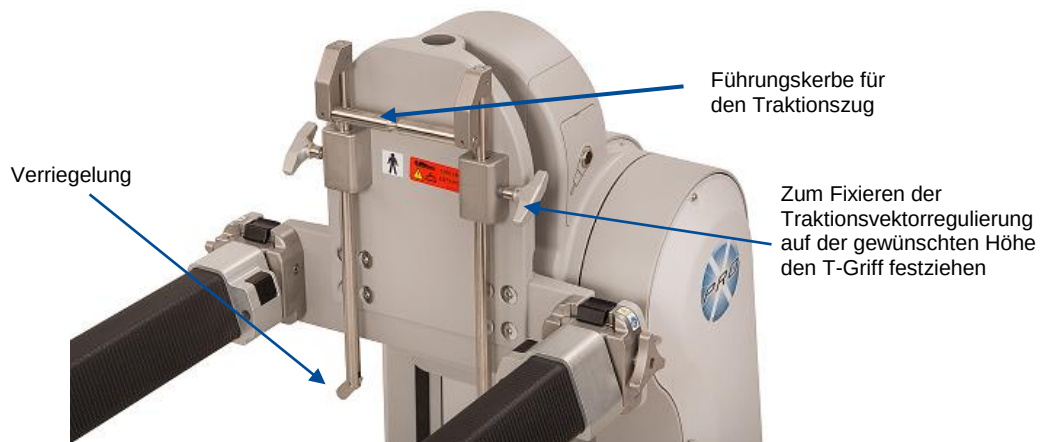

Abbildung 98: Ordnungsgemäß am ProAxis® installierte HWS-Traktionsvektorregulierung
3. Die ProAxis®-HWS-Traktionsvektorregulierung installieren. Die Verriegelung am Pfosten der HWS-Traktionsvektorregulierung ausziehen, die Pfosten mit der Aufnahme der Kopfende-Baugruppe ausrichten und den Vektor in seine Position absenken (Abbildung 97). Den Vektor in der gewünschten Höhe positionieren und beide T-Griffe an der Kopfende-Baugruppe festziehen (Abbildung 98).
3. Die ProAxis®-HWS-Traktionsvektorregulierung installieren. Die Verriegelung am Pfosten der HWS-Traktionsvektorregulierung ausziehen, die Pfosten mit der Aufnahme der Kopfende-Baugruppe ausrichten und den Vektor in seine Position absenken (Abbildung 110). Den Vektor in der gewünschten Höhe positionieren und beide T-Griffe an der Kopfende-Baugruppe festziehen (Abbildung 98).